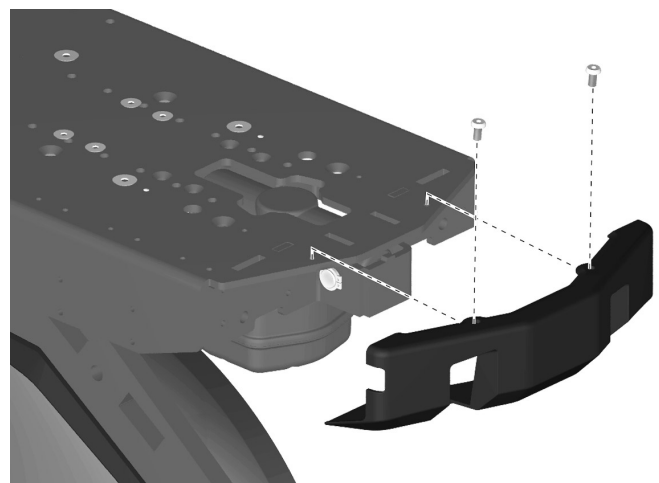

Abbildung 91. Der Klemmschutz wird mit fünf Schrauben montiert.
7. Die beiden Schrauben abmontieren, die den Klemmschutz am oberen Blech halten. Siehe Abbildung. 91.